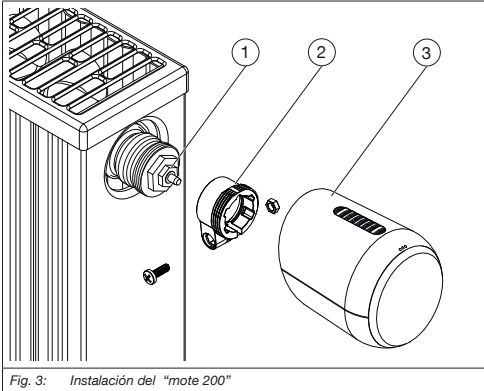

Fig. 3: Instalación del “mote 200”
3. Si se requiere, seleccione un adaptador adecuado para el “mote 200” (véase Fig. 3) y colóquelo en el radiador